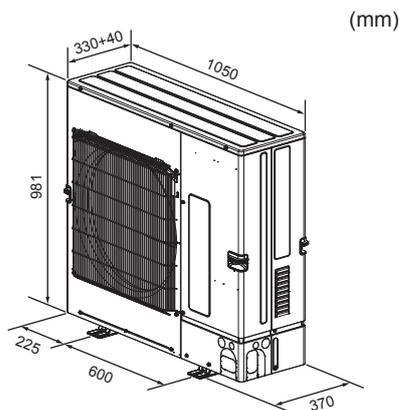

Fig. 2-3
2.3. Udvendige mål (Udendørs enhed) (Fig. 2-3)